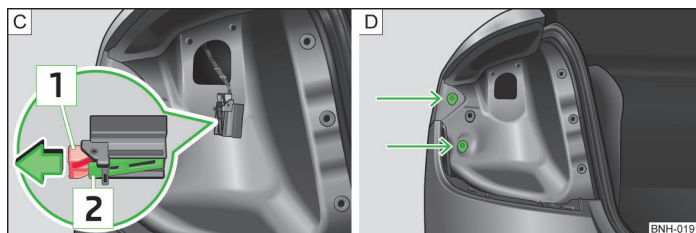

Fig. 176 Comutatorul lămpii / Montarea lămpii
- ▶ Trageți elementul de blocare **1** » fig. 176 al conectorului în sensul săgeții.
- ▶ Apăsați elementul de blocare **2** » fig. 176 și detașați conectorul.
- Introduceți lampa în locașurile din caroserie » fig. 176 - [D].